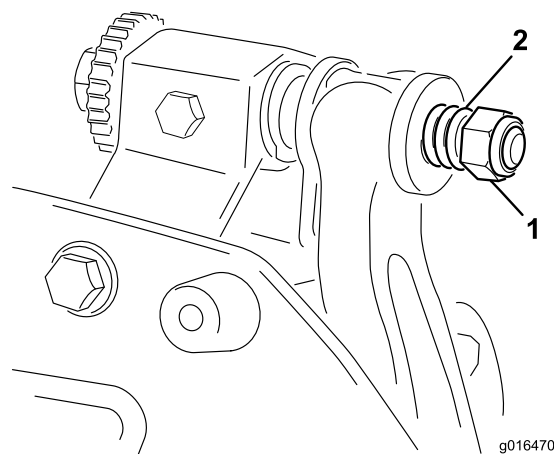

図 22
6. スプリングがつぶれるまでテンションナットを締め、そこから半回転戻す 図 22。